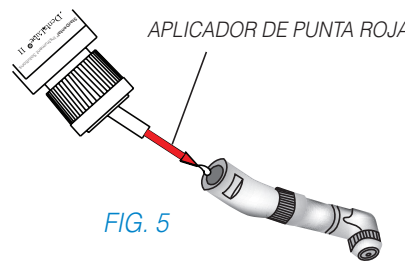

FIG. 5
- Coloque una gota de DentaLube II en la base del ángulo. Deje pasar unos segundos para que el lubricante drene y llegue al cojinete de bronce. (Ver FIG. 5)